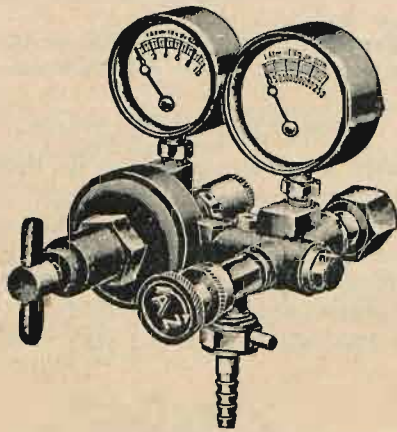

Fig. 12. Zawór redukcyjny do tlenu.
gazu do komory niskiego ciśnienia, oddziałuje w pewnej chwili na dźwignię (12) wentyl bezpieczeństwa (10), który automatycznie wstrzymuje nadmierny dopływ gazu. Przed ujściem gazu do przewodu gumowego, umieszczony jest w osobnej komórce ochraniacz, w którym specjalny wentyl pozwala tylko na ruch gazu w kierunku palnika a nie naodwrot. W ten sposób udaremniony jest kontakt płomienia z gazem w butli. Drugie podobne zabezpieczenie istnieje w palniku. Widok zawory redukcyjnej do tlenu pokazany jest na fig. 12.